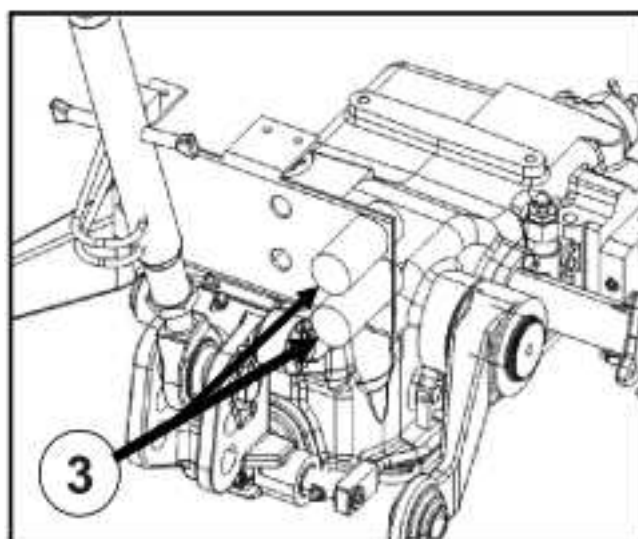

Fig.3-4
3. Engates rápidos do tipo *push-pull* para válvulas hidráulicas auxiliares (Fig.3.4).